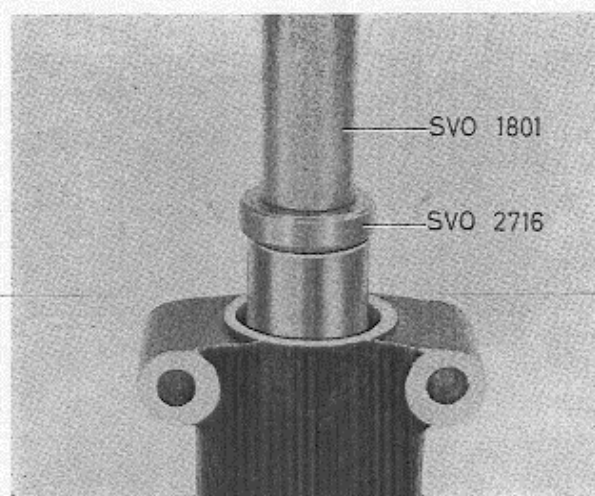

Fig. 6-43. Montage pitmanasbus
7. Verwijder het deksel (6) van de pitmanas (23). Schroef de stelschroef (2) in door het deksel heen en scheid zo het deksel van de pitmanas. Verwijder de borgveer (4) en ook de stelschroef.
9. Pers nieuwe bussen in met gereedschap SVO 2716 + SVO 1801, zie Fig. 6-43.
11. Pers de cup voor het bovenste lager in met SVO 2717 en SVO 1801, zie Fig. 6-43. Monteer de oliekeerring (9) voor de worm.
12. Monteer de worm met lagers en cup (18) en ring (21); breng de shims (22) en het deksel (19) aan. Zet de pitmanas op zo'n manier in een bankschroef dat de worm horizontaal ligt. Zet het deksel vast en controleer de spanning van de lagers. Bij een juiste spanning moet een koppel van 1—2,5 kg/cm (6—14 lb.in.) nodig zijn om de worm te draaien. Stel op de juiste spanning af door shims toe te voegen of te verwijderen, (22).
13. Smeer de stelschroef met enkele druppels olie en monteer de schroef, de ring (5) en de borgveer